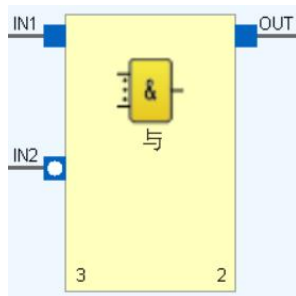

图 6.2 IN2 被反转的与功能块
- (3) 点击【确定】。该与功能块的输入 IN2 已被标记为反转，如图 6.2 所示。